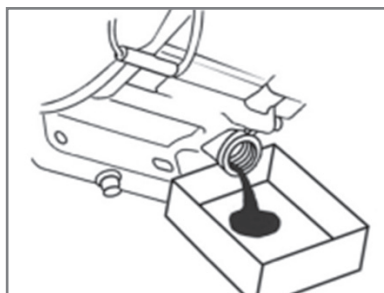

Рис. 16 Замена моторного масла
3. Наклоните виброплиту в сторону маслозаливной горловины двигателя и слейте отработанное масло через маслозаливную горловину в подготовленную для этого емкость (Рис. 16).